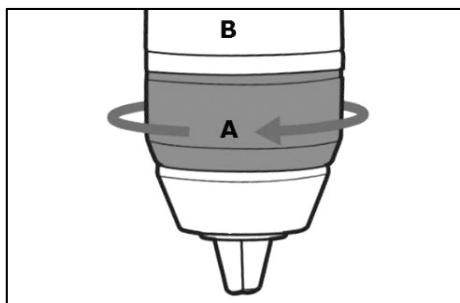

Рисунок 10.
Убедитесь, что сверло отцентрировано в сверлильном патроне. Удерживая патрон за неподвижное основание (B) (рис. 10), вращайте зажимное кольцо (A) по часовой стрелке для фиксации сверла или против – для ослабления зажима.